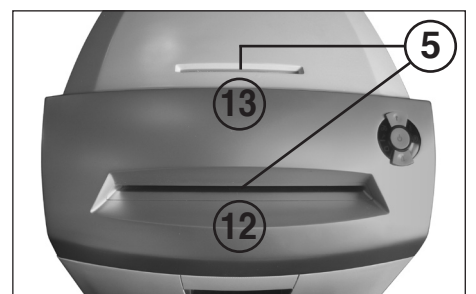

Abb. 3
- 5 = Lichtschranke (Vorwärtslauf) (Abb. 3)**
- 12 = Papierzuführschacht (Abb. 3)**
- 13 = Sicherheits-Zuführschacht (Abb. 3)**
Papier durch den Papierzuführschacht (12) (Abb. 3) dem Schneidwerk zuführen.
Datenträger (CD, DVD oder Kreditkarte) einzeln durch den separat angeordneten Sicherheits-Zuführschacht (13) (Abb. 3) dem Schneidwerk zuführen.